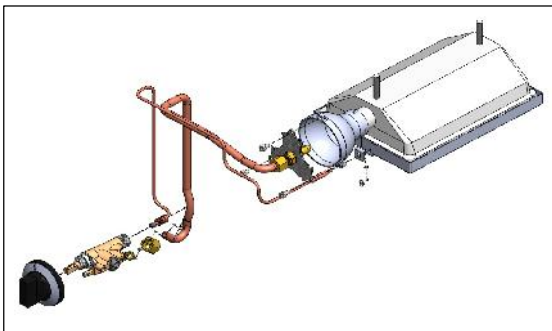

Figure 3
- Dismantle Radian Gas Supply Pipe Connection Sleeve, Pull and Remove (Figure 3).
- Ausbau der Verbindungsmuffe zwischen dem Radian Gasversorgungsschlauch und Abziehen und Entfernen (Bild 3).